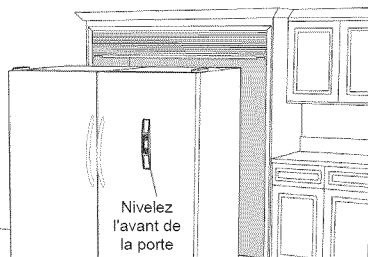

Figure 15
- Placez un niveau de charpentier à la verticale sur le devant de la porte pour vérifier si sa surface est de niveau. Vérifiez une deuxième fois si le rebord supérieur avant de la porte est toujours à une hauteur de 176,2 cm (69-3/8 po). Ajustez au besoin. Reportez-vous aux figures 15 et 16.